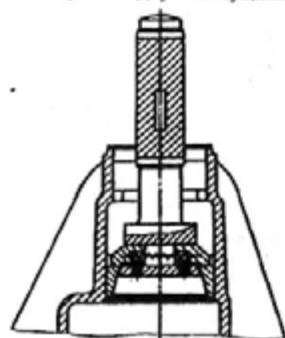

Рис. 142. Выпрессовка наружного кольца заднего подшипника ведущей шестерни
6. Выпрессуйте наружное кольцо заднего подшипника с помощью специальной оправки (рис. 142), вводимой в редуктор через наружное кольцо. Выньте регулировочные прокладки.